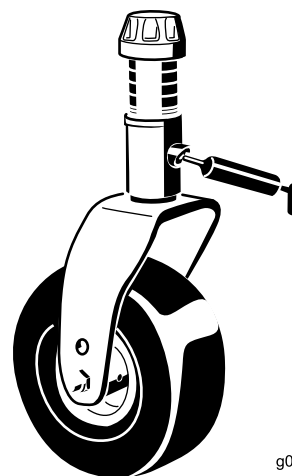

Figure 50
- 2 bagues d'axe de chape de roue pivotante (Figure 50)